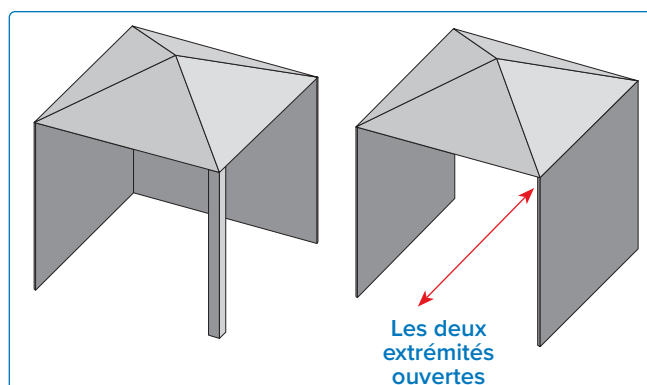
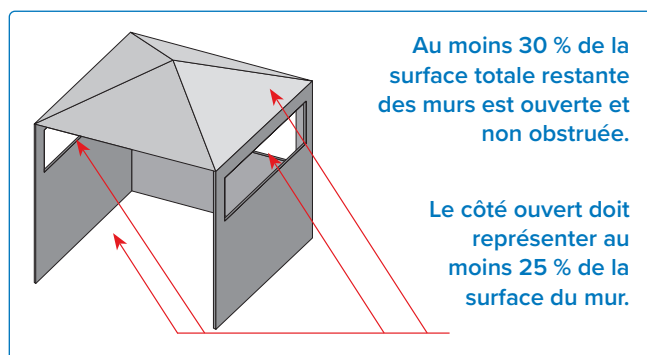

Fig. 2
Fig. 3
- » Les murs latéraux peuvent être parallèles (comme un passage couvert) ou perpendiculaires l'un à l'autre (**Fig 2 et Fig 3**).